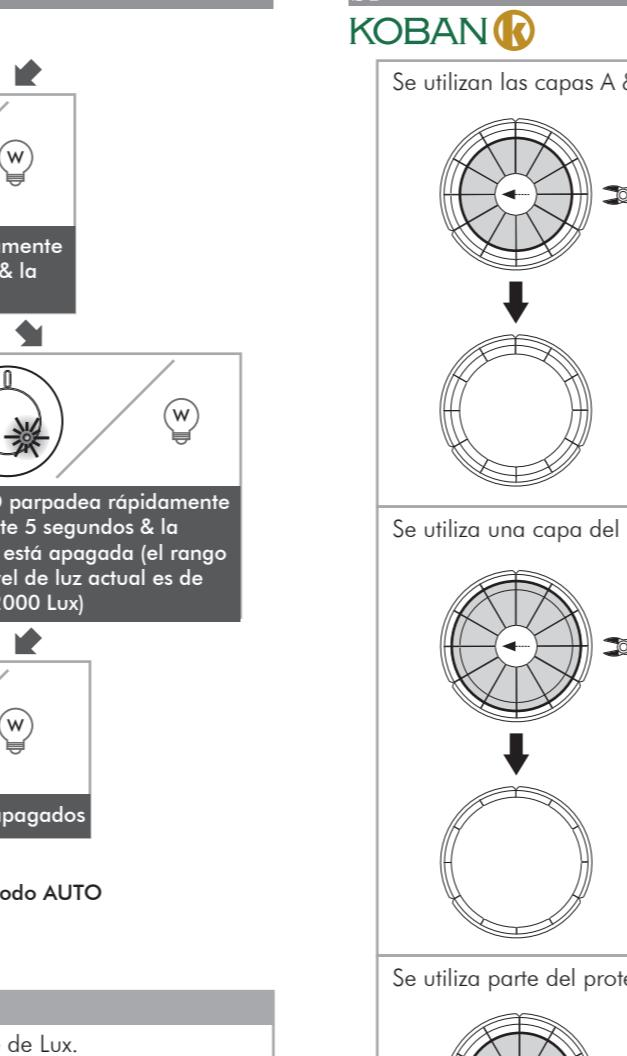

FIG.16
3.4.3.5 Consulte los diagramas de cableado para ver la conexión de cableado correcta (Ver FIG.5). Hay un hueco cuadrado en la placa de fijación, cuando coloque la placa de fijación en la caja de conexiones, ajuste el filtro a la protuberancia de la caja de conexiones (Ver FIG.16), luego fije el cabezal del detector sobre la caja de fuente de alimentación siguiendo FIG.6 y móntelos con los 4 tornillos atornillados adjuntos.